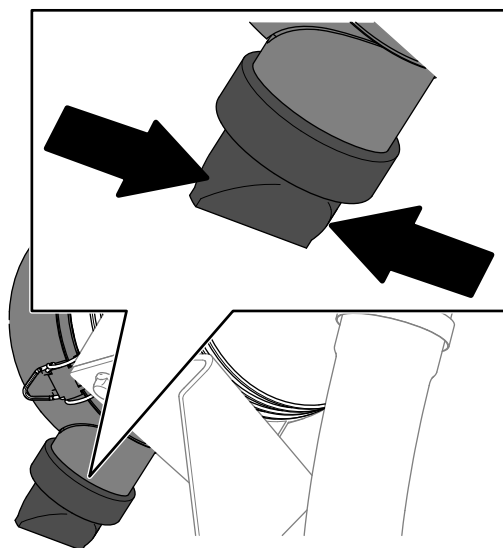

Figure 81
5. Pressez la valve d'éjection des poussières (Figure 81).